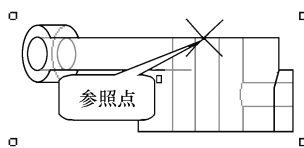

图 10-100 选择参照点
(8) 此时【几何上的参考点】收集器处于激活状态, 消息区提示“选取新的参照点”, 在欲保留局部的边界上单击, 选取一点作为参照点, 如图 10-100 所示。